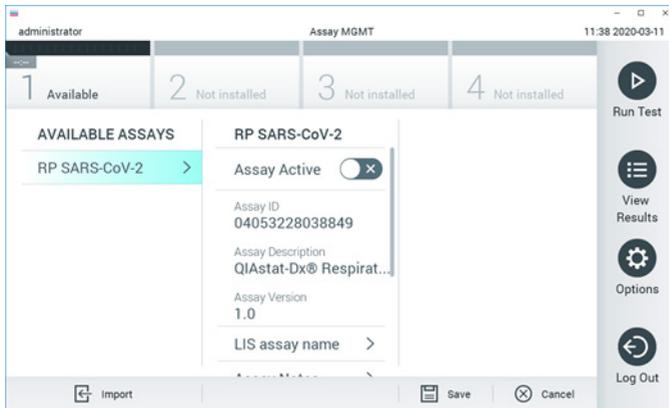

Figura 36. Pantalla Assay Management (Administración de ensayos).
2. Pulse el botón Options (Opciones) y, a continuación, el botón Assay Management (Administración de ensayos). Aparecerá la pantalla Assay Management (Administración de ensayos) en la zona de contenido de la pantalla (figura 36, en la página siguiente).